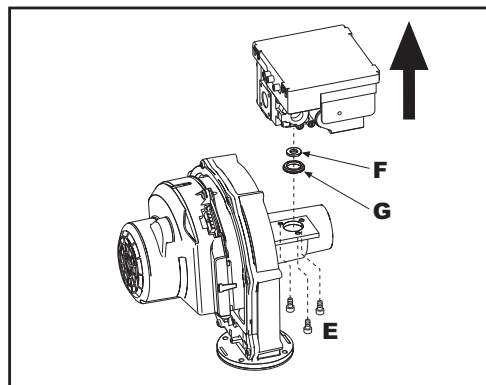
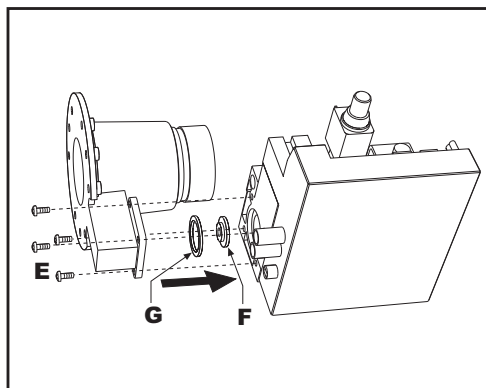

fig. 32 - modello FUTURIA N 80
fig. 33 - modello FUTURIA N 125
7. Svitare le viti di fissaggio "E" (fig. 32 modello **FUTURIA N 80** e fig. 33 modello **FUTURIA N 125**) e togliere la valvola gas.
8. Sostituire l'ugello gas "F" (vedi fig. 32 per il modello **FUTURIA N 80** e fig. 33 per il modello **FUTURIA N 125**) posizionandolo all'interno della guarnizione "G" con quello contenuto nel kit di trasformazione. Rimontare i componenti e verificare le tenute.